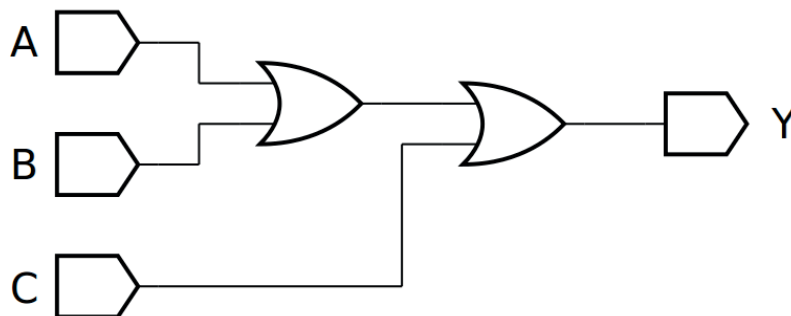
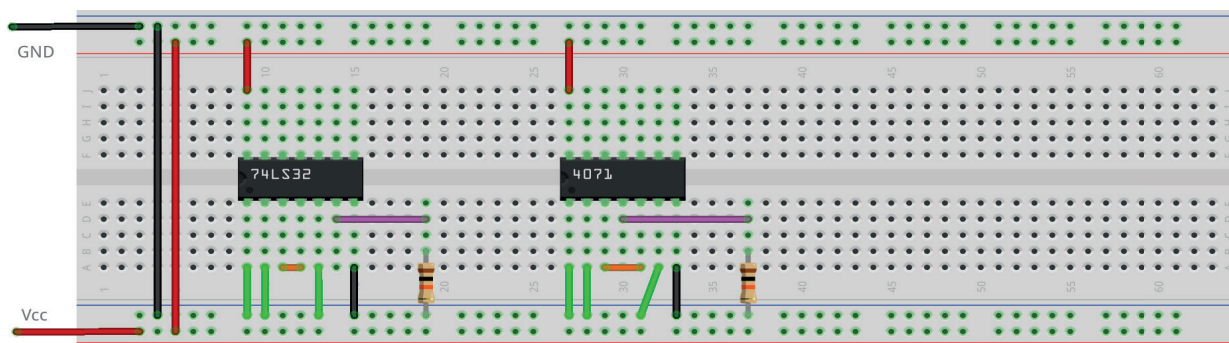
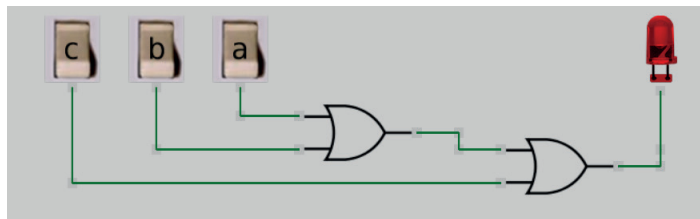
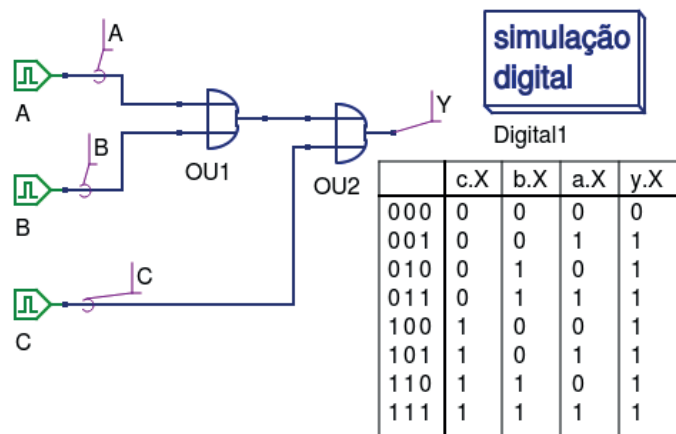

Figura 3.49 – Diagrama esquemático.
Figura 3.50 – Placa de montagem com componentes.
Figura 3.51 – Simulação da porta OU de 3 entradas no Atanua.
Figura 3.52 – Simulação da porta OU de 3 entradas no Qucs.
1. Monte o circuito da figura 3.49, conforme mostrado na figura 3.50, na placa de montagem.
- d) Conecte os fios verdes. Os fios verdes estão conectados ao terra e portanto fornecendo valor lógico (0) às entradas de todas as portas do CI.
8. Simule, no computador, o circuito da figura 3.49 utilizando os programas SmartSim e Atanua (figura 3.51) e Qucs (figura 3.52). Compare os resultados com a tabela 3.16 e 3.18.
2. Simbolicamente, esta situação é mostrada com uma porta OU tendo um pequeno círculo na saída conforme a figura 3.51.
3. Se alguma das entradas for 1 (H), a saída será 0 (L) e, quando todas as entradas forem 0 (L), a saída será 1 (H) conforme a tabela 3.19.
4. Se as entradas da porta NOU estiverem conectadas, ela pode operar como um inversor, conforme a figura 3.52 e tabela 3.20.